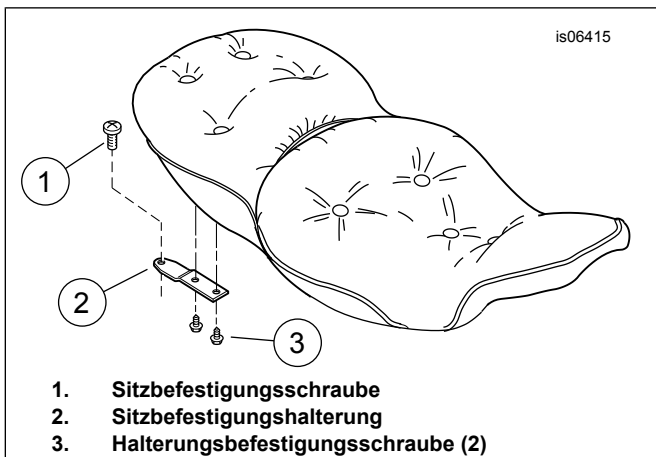
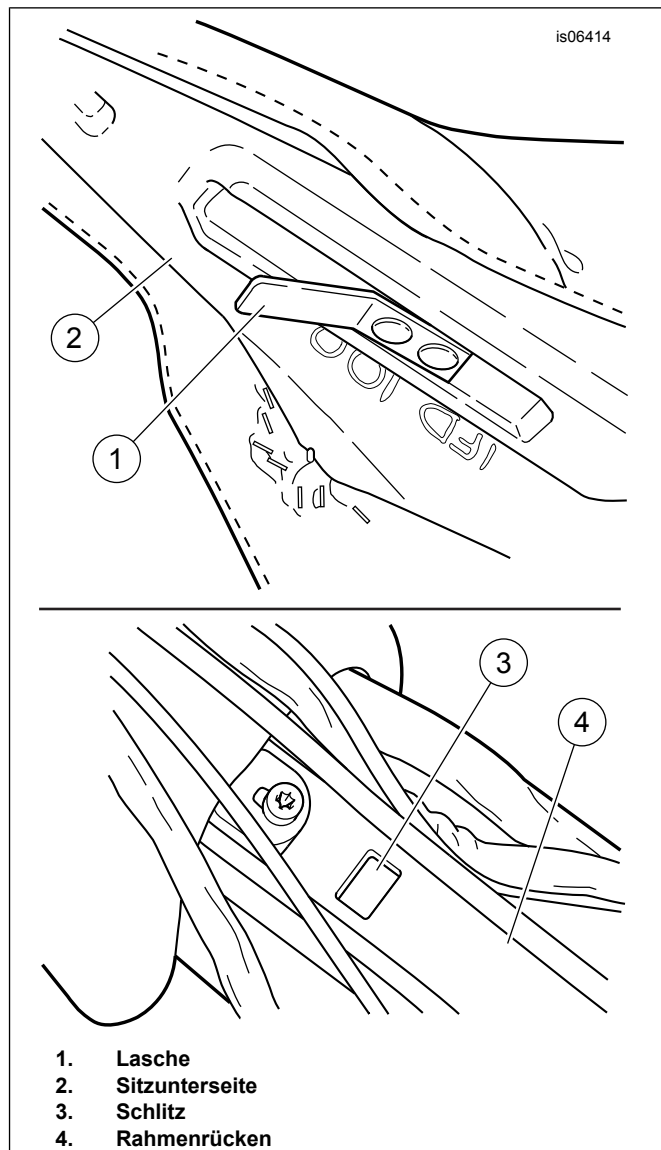

Abbildung 1. Hintere Sitzbefestigungshalterung
Abbildung 2. Vordere Sitzbefestigung
4. Siehe Abbildung 1. Die Schraube (1) entfernen und die hintere Sitzbefestigungshalterung (2) vom Hinterradschutzblech entfernen.
5. Siehe Abbildung 2 Für Modelle mit Tour-Pak und OHNE Hecklautsprecher: Für Modelle mit Tour-Pak UND Hecklautsprecher: Für Modelle OHNE Tour-Pak: Den Sitz nach hinten schieben, um die Lasche (1) an der Vorderseite des Sitzes aus dem Schlitz (3) im Rahmenrücken (4) zu ziehen. Anschließend den Sitz vom Rahmen entfernen.
- c. Den Sitz **leicht** nach hinten schieben, um die Lasche (1) an der Vorderseite des Sitzes aus dem Schlitz (3) im Rahmenrücken (4) zu ziehen. Anschließend den Sitz vom Rahmen entfernen.
- e. Den Sitz **leicht** nach hinten schieben, um die Lasche (1) an der Vorderseite des Sitzes aus dem Schlitz (3) im Rahmenrücken (4) zu ziehen. Anschließend den Sitz vom Rahmen entfernen.
6. Siehe Abbildung 1. Die beiden Schraube (3) entfernen und die hintere Sitzbefestigungshalterung (2) von der Sitzunterseite zu entfernen.
4. Siehe Abbildung 2 **Für Modelle OHNE Tour-Pak:** Die Vorderseite des Sitzes fest nach unten und hinten drücken, bis die Lasche (1) im Schlitz (3) im Rahmenrücken (4) einrastet. **Für Modelle MIT Tour-Pak:** *HINWEIS für Modelle MIT HECKLAUTSPRECHER: Ein Helfer sollte bei Bedarf hinter dem Motorrad stehen und das Tour-Pak gut festhalten. Die Schrauben, die die Unterseite des Tour-Pak an der Halterungsschiene sichern, lösen oder entfernen. Darauf achten, das Tour-Pak nicht so weit nach hinten zu ziehen, dass die Kabel durch die Tüllen gezogen werden. Dies könnte die Kabel beschädigen. Der Helfer schiebt das gelöste Tour-Pak vorsichtig LEICHT zurück und hält es in dieser Position, bis der neue Sitz installiert ist.*
- c. Mit der anderen Hand die Vorderseite des Sitzes fest nach unten und hinten drücken, bis die Lasche (1) im Schlitz (3) im Rahmenrücken (4) einrastet.
7. Siehe Abbildung 1. Die Schraube (1) durch das Loch in der Sitzbefestigungshalterung in die Arretiermutter einsetzen und auf folgendes Drehmoment anziehen: 2,3–4,5 N·m (20–40 in-lbs).